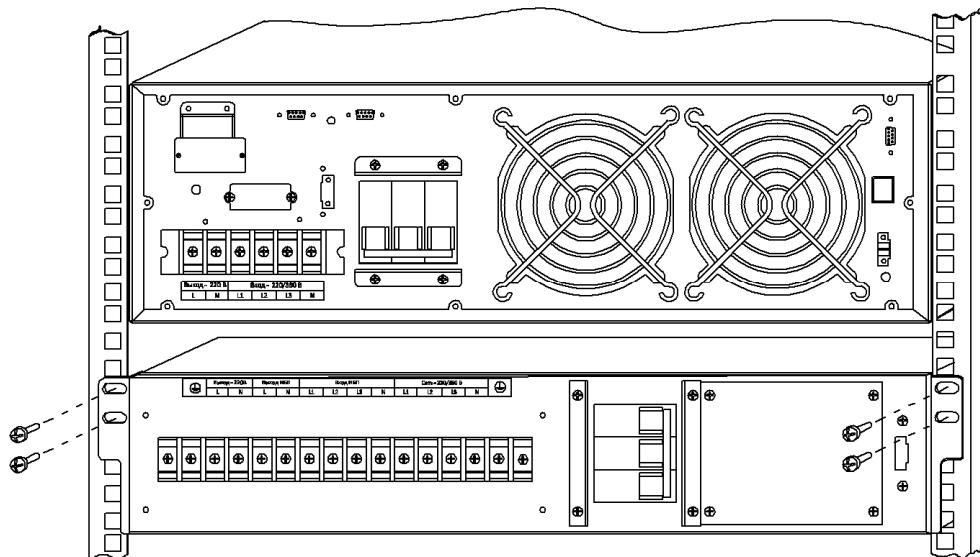

Рисунок 3 – Порядок установки модуля MBS 3/1 10K в стандартный шкаф или стойку для телекоммуникационного оборудования шириной 19 дюймов
**7.1.3** Установку модуля в шкаф следует производить в следующей последовательности (рисунок 3):